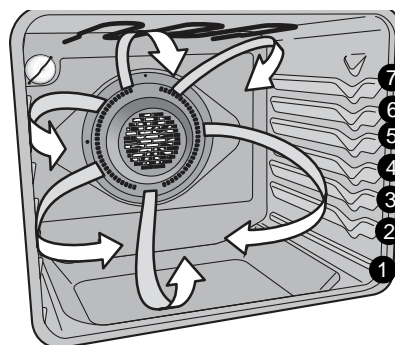
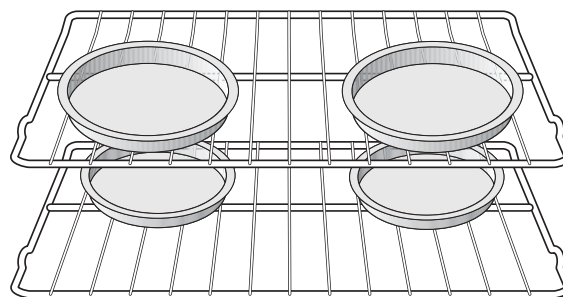

Figure 14 : Circulation d'air de convection
Figure 15 : Suggestion relative à l'espacement des plats
Ce mode de cuisson permet d'obtenir des résultats culinaires optimaux lorsque vous utilisez plusieurs ustensiles de cuisson et plusieurs grilles. Le four peut être programmé pour une cuisson à convection à n'importe quelle température entre 170 °F et 550 °F. La fonction de cuisson à convection fait circuler l'air à l'intérieur du four à l'aide d'un ventilateur, de façon uniforme et continue (Figure 14). La distribution de chaleur étant ainsi améliorée, la nourriture cuit et brunit plus rapidement. Vous obtenez également de meilleurs résultats de cuisson lorsque vous utilisez deux grilles en même temps.
- Pour obtenir de meilleurs résultats lorsque vous utilisez deux grilles pour la cuisson de gâteaux, placez ces dernières aux positions 3 (grille surbaissée) et 5 (grille plate) (Voir Figure 14). Lorsque vous cuisinez avec deux grilles de four, positionnez l'ustensile de cuisson comme illustré à la Figure 15. Laissez un espace d'au moins 5 cm (2 po) entre les ustensiles de cuisson pour permettre à l'air de bien circuler.